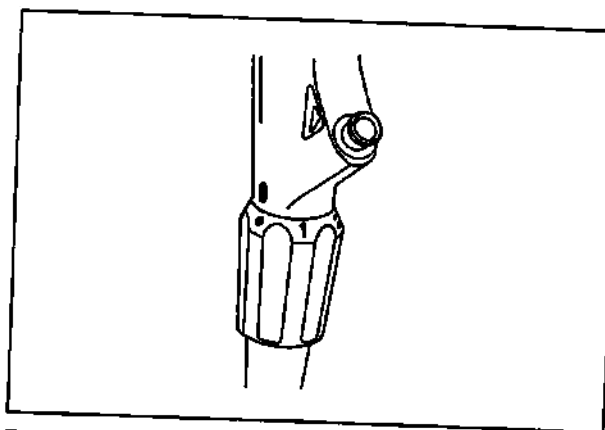

Рис. 3.4
1. Убедитесь в том, что метки («●», «1», «2», «3») на кольце регулировки жесткости и метка «I» на нижней стороне области захвата не стерлись (см. Рис. 3.4).